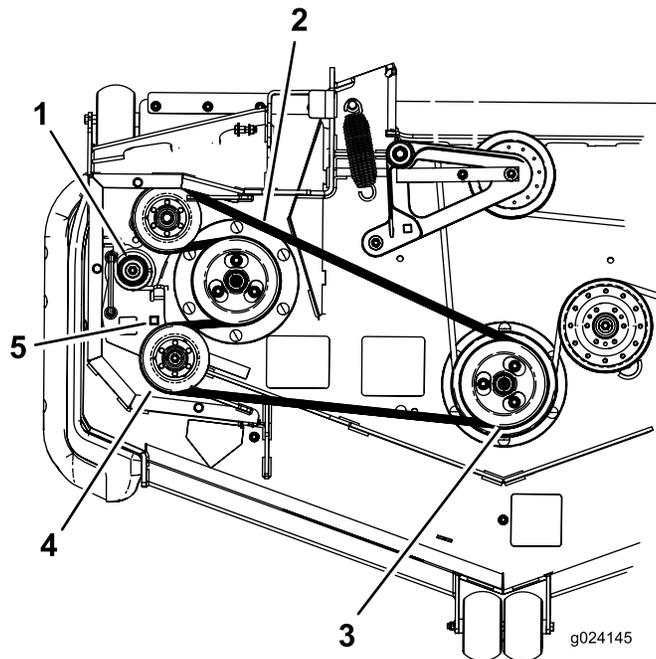

Рисунок 93
9. Вставьте ключ с храповым механизмом в квадратное отверстие в рычаге натяжного ролика, чтобы снять натяжение пружины натяжного ролика (Рисунок 93).
10. Снимите ремень со шкива деки газонокосилки (Рисунок 93).
11. Снимите ремень с остальных шкивов (Рисунок 93).
13. Вставив ключ с храповым механизмом в квадратное отверстие, снимите натяжение пружины и проложите новый ремень вокруг натяжного ролика (Рисунок 93).